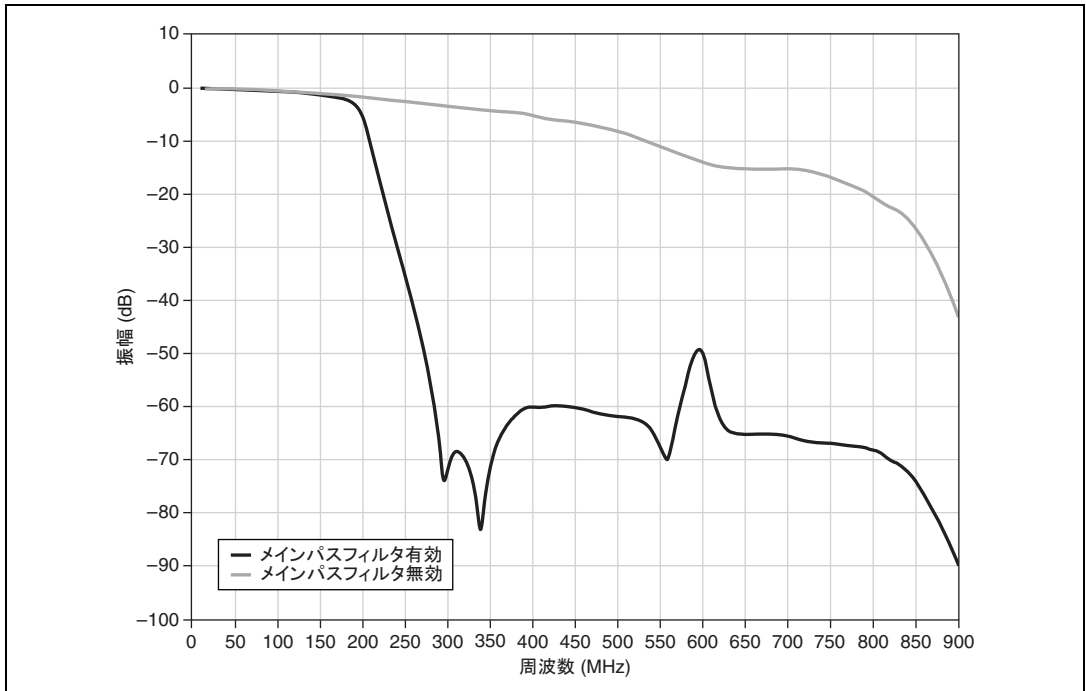
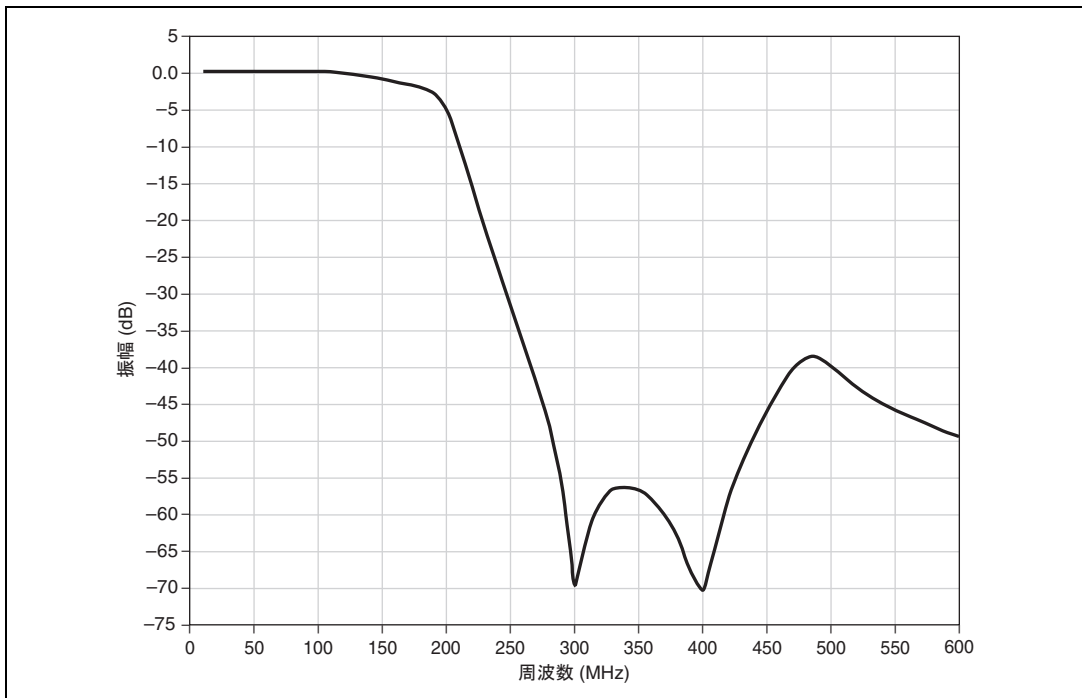

図 5 イメージ抑制用フィルタのメインパス周波数応答特性、標準単位
図 6 イメージ抑制用フィルタのダイレクトパス周波数応答特性、標準単位
**メモ** DAC サンプリングによる sinc 応答は、図 5 および図 6 には含まれていません。